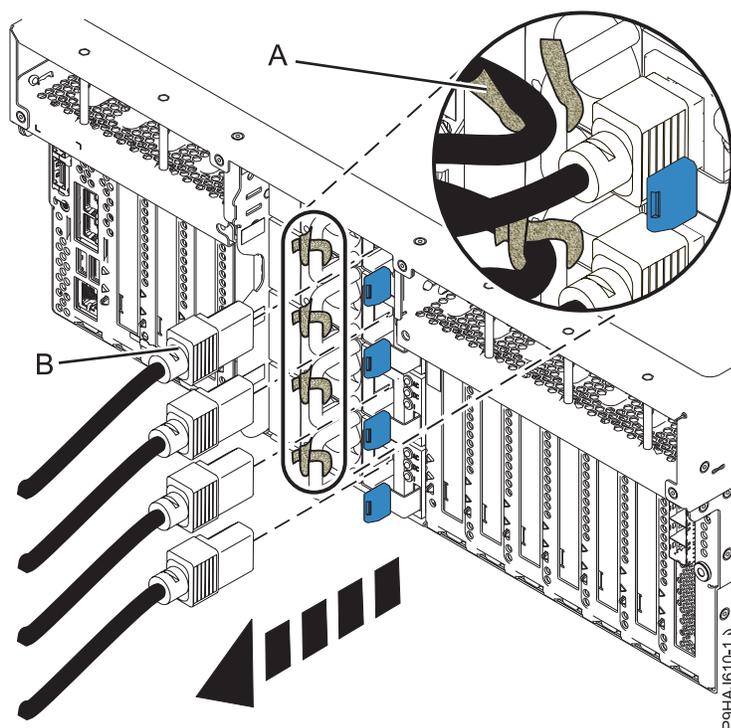

Figura 40. Removendo os cabos de energia de um servidor montado em rack
3. Etiquete e desconecte os cabos de energia da unidade de sistema. Consulte Figura 40 ou Figura 41 na página 56.